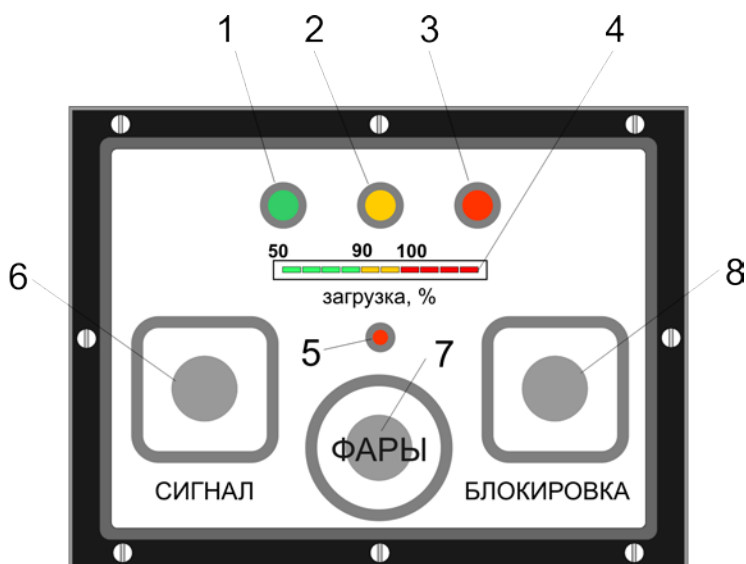

Рис.1
6.4. Блок АОГ, рис.1, представляет собой микропроцессорный контроллер, воспринимающий информацию от входных цепей и
6.4.5. На передней панели блока АОГ, Рис.1, расположены: